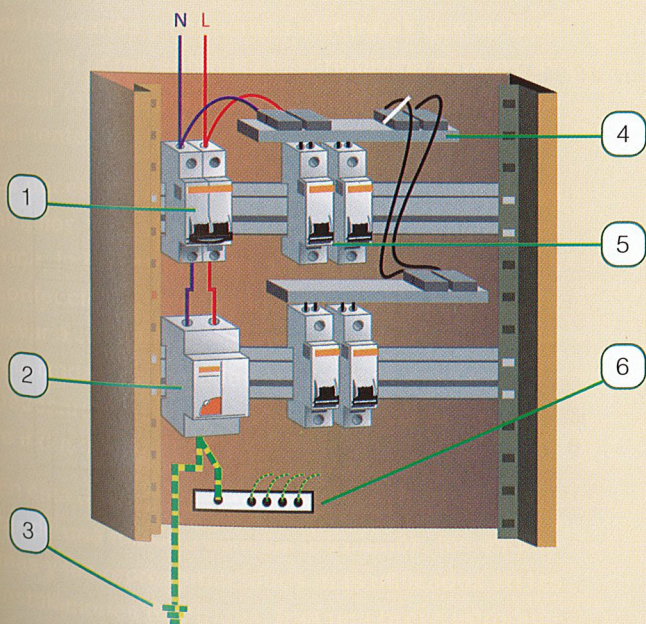

Figura 2.87. Representación de un cuadro eléctrico con aparataje de protección.
2.4. Dada la Figura 2.87, que representa a varios dispositivos y protecciones eléctricas en un cuadro general, resuelve las siguientes cuestiones: